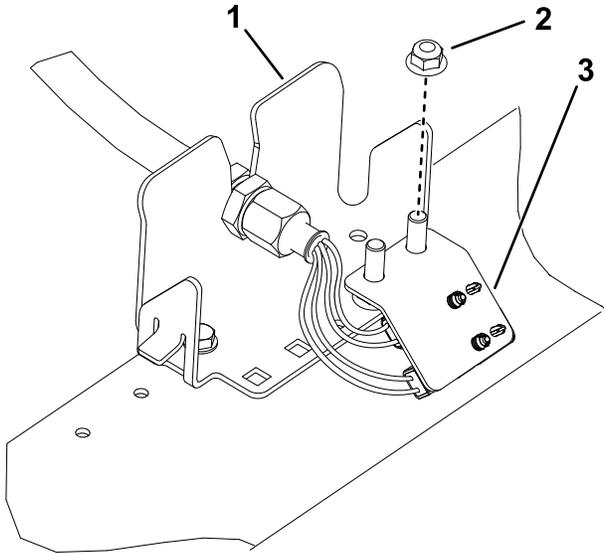
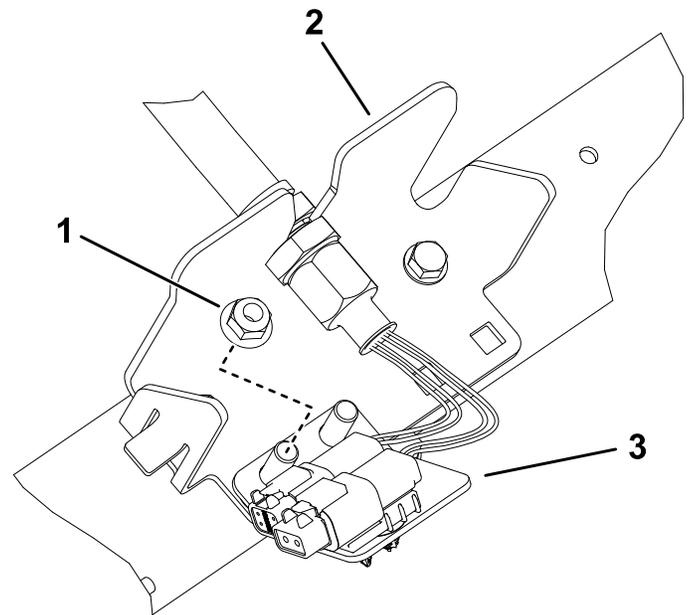

図 14
図 17
6. 残りのバルクヘッド 4 個 についても同じ作業を行う。 図 14-図 17 を参照。